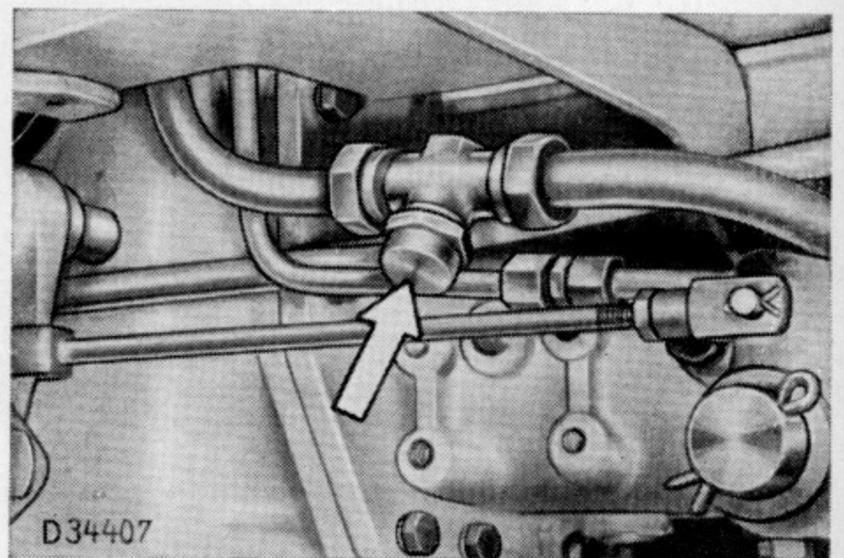

Bild 207. Ölablaßstutzen
**Wenn keine Absaugvorrichtung zur Stelle ist**, kann das Öl auch durch die Ablaßöffnung am T-Stück (s. Pfeil in Bild 207) abgelassen werden, wobei aber ein etwa 2,5 cm hoher Ölrest im Ölbehälter verbleibt:
3. Motor abstellen, Verschlußschraube am T-Stück (Bild 207) abschrauben und Öl in einen Behälter abfließen lassen.